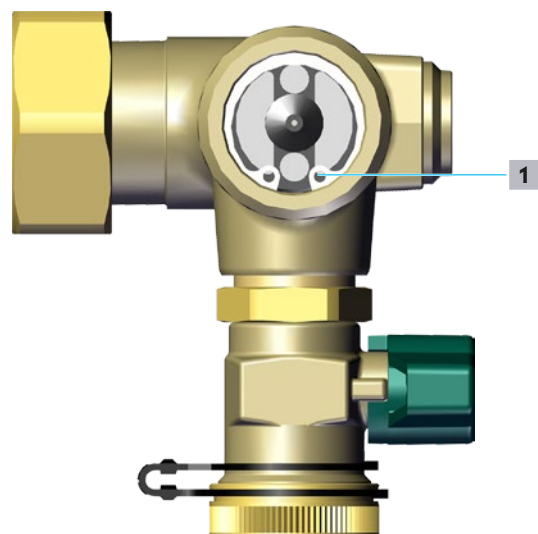

Abb. 36: Sicherungsring
- 1** Lösen Sie den Sicherungsring (siehe Position **1** in Abb. 36 auf Seite 38) mit einer geeigneten Sicherungsringzange.
- 2 Setzen Sie den Sicherungsring ein (siehe Position 1 in Abb. 36 auf Seite 38).